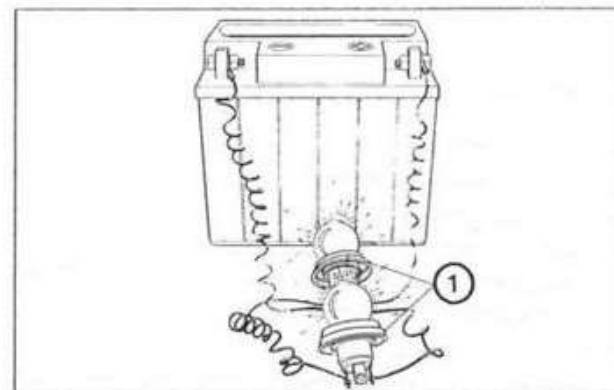

Fig. 178
- 2) Applicare un carico sulla batteria collegando ai poli 2 lampade da 40-50 W (vedi Fig. 178).
- 2) Connect two 40-50 W bulbs to the battery terminal posts in order to apply a load on the battery (see Fig. 178).